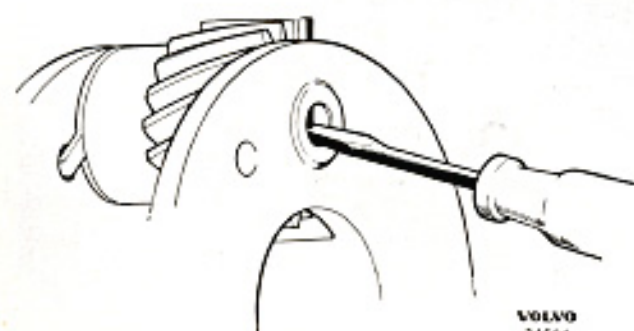
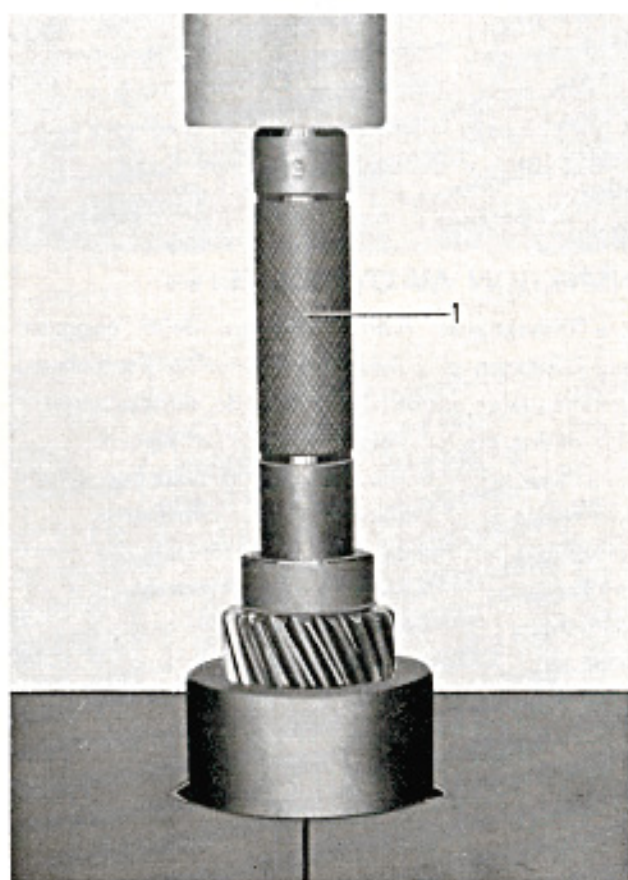

Bild 3-44. Demontering av löspinnar i planethjulsaxlar
Bild 3-45. Demontering av nållager i planethjul
4. Lyft ut kopplingslamellen (41) komplett med trycklager och solhjul. Tag bort de fyra fjädrarna och tryckplattan. Tag bort låsringarna för solhjul (44) och lager. Tag ut solhjulet. Drag av lagret från kopplingslamellen. Pressa ut lagret ur hållaren.
5. Lyft bort planethjul (36) och hållare (43). Avlägsna låsstiften (40) för planethjulsaxlarna genom att först trycka ut dem med en dorn eller dyl., se bild 3-44 och därefter ta bort dem med en tång. Går inte detta borras stiften ur med ett passande borrar. Pressa ut planethjulsaxlarna och tag bort planethjulen. Nållagren i planethjulen kan pressas ut med dorn SVO 2417, se bild 3-45.
6. Lossa skruven och drag ut bussningen och lilla hastighetsmätarhjulet. Lossa muttern för medbringaren (24). Drag av medbringaren med avdragare SVO 2262. Placera huset i en press och pressa ut utgående axeln (23).
7. Tag bort mässingsbrickan (35) som håller frihjulet i utgående axeln. Lyft ut frihjulsdetaljerna. Tag bort tryckbrickan (32). Om så erfordras drages nållagret (31) i utgående axeln ut med verktyg